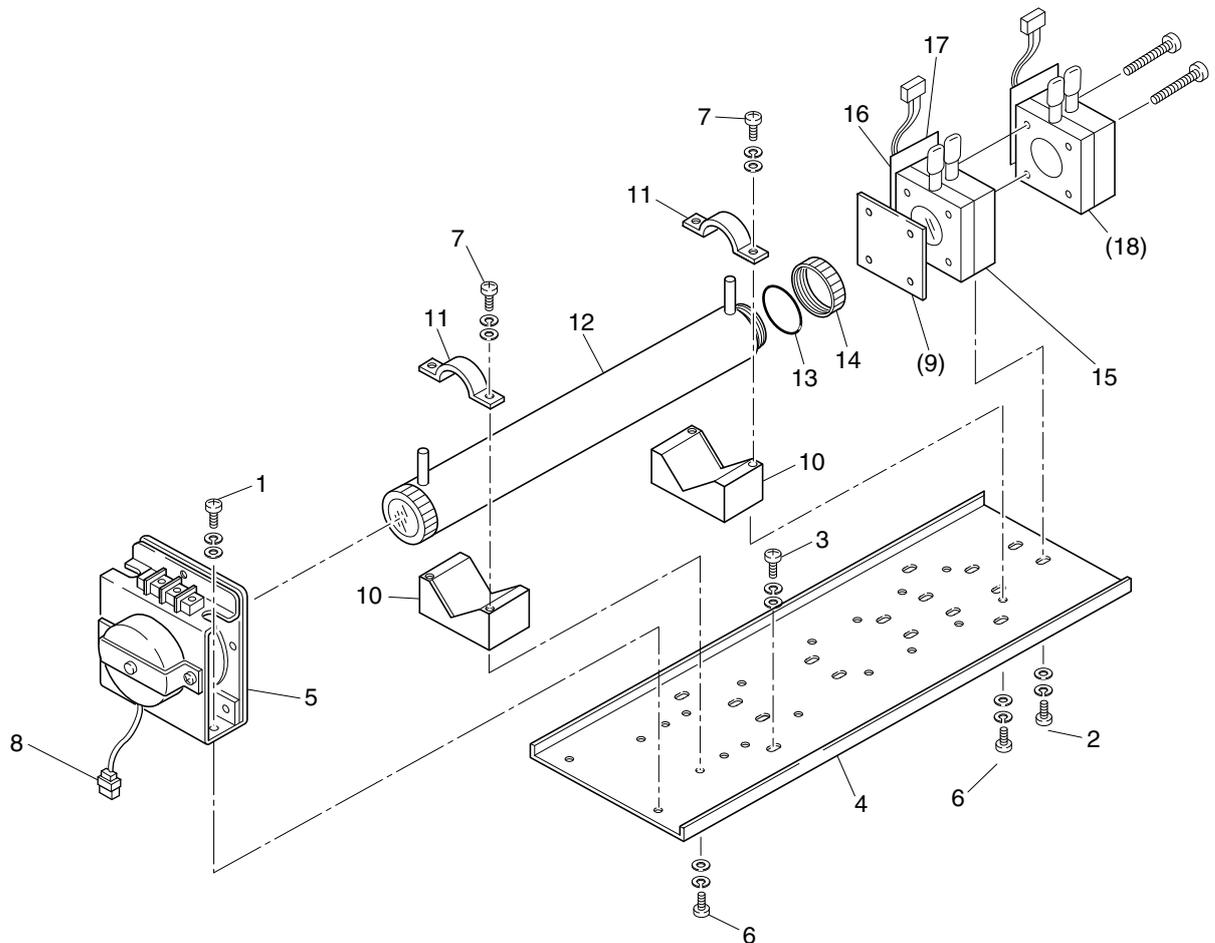

Fig. 7-1 Configuration de l'unité de mesure (cellule longue)
Les analyseurs à deux composants ont deux cellules de mesure dans le même système optique. Dans ce cas, retirer d'abord la cellule longue, puis la cellule bloc (voir fig. 7-1).
(1) Démontage de la cellule longue (fig. 7-1)